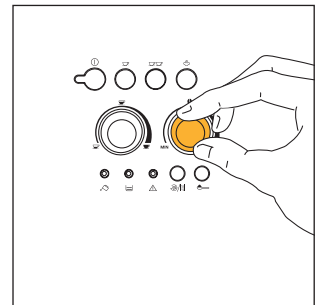
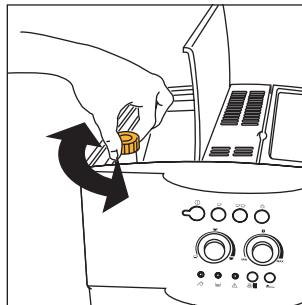

Fig.7
Fig. 17
- 2) Ställ in önskad smak på kaffet med vredet till höger (fig. 7). Maskinen mal mer kaffeböner ju längre medsols du vrider det, och därmed blir kaffet också starkare. När maskinen är ny krävs det att du lagar några koppar för att hitta den inställning som ger dig en espresso med önskad smak. Om du vrider vredet för långt medsols blir utmatningen väldigt långsam (droppvis), framför allt när du lagar två koppar kaffe.
ANM 1: Vrid vredet för inställning av malningsgrad (fig. 17) ett steg medsols om kaffet matas ut droppvis eller inte alls (se avsnitt 6). Vrid ett steg i taget tills du är nöjd med utmatningen.
ANM 2: Vrid det högra vredet (fig. 7) något medsols om kaffet matas ut för snabbt och du inte är nöjd med skummet. Det krävs att du lagar några koppar för att hitta den inställning som ger dig en espresso med önskad smak. Om du vrider vredet för långt medsols blir utmatningen väldigt långsam (droppvis), framför allt när du lagar två koppar kaffe. Vrid också vredet för inställning av malningsgrad ett steg motsols om du inte är nöjd med skummet efter att ha lagat några koppar (fig. 17). Se avsnitt 6.
För att råda bot på detta kan du ställa in en annan malningsgrad genom att vrida vredet för inställning av malningsgrad (fig. 17) ett steg motsols (se anvisningarna i avsnitt 6).
Kaffekvarnen har förinställts i fabriken för att utmatningen av kaffet ska bli korrekt och behöver inte ställas in, åtminstone inte i början. När du har lagat de första kopporna kaffe måste du dock ändra inställningen med hjälp av vredet för inställning av malningsgrad, om utmatningen går för snabbt eller för långsamt (droppvis) (fig. 17). Om du vrider det ett steg medsols (motsvarande en siffra) matas kaffet ut snabbare (droppar inte). Om du vrider det ett steg motsols matas kaffet ut långsammare och skummet blir bättre.